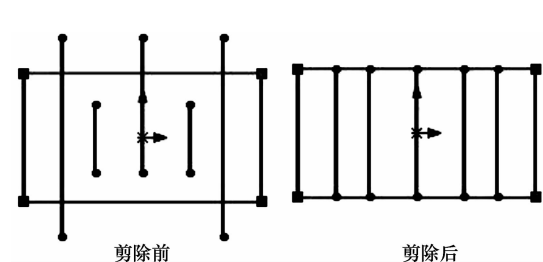

图 2-24 在外剪裁
(4) 【在外剪除】 剪裁位于两个边界实体外打开的草图实体，同时也能延伸位于两个边界实体内打开的草图实体。单击【在外剪除】按钮, 先选择两个边界草图实体，然后选择要剪除的草图实体，如图 2-24 所示。